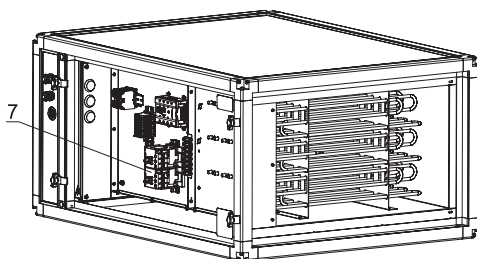

Рисунок 22.1
Возможно исполнение электронагревателя со встроенной автоматикой (7). Отсек со встроенной автоматикой состоит из оборудования управления и защиты с возможностью управления одной ступенью посредством ШИМ (широтно-импульсная модуляция) (рис. 22.1).